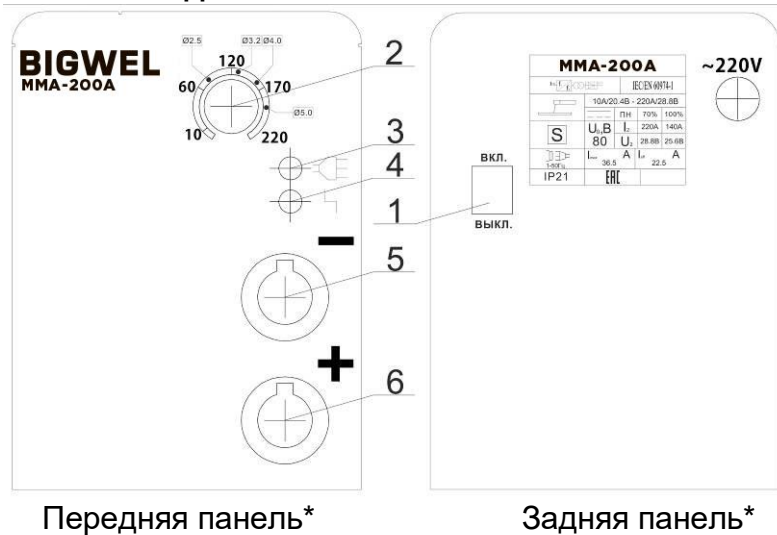

рис. 1
Изделие выполнено в металлическом корпусе. На передней панели имеется регулятор величины сварочного тока (рис.1 поз.2), индикатор "сеть" (рис.1 поз.3), индикатор "перегрев" (рис.1 поз.4), а также силовые разъемы подключения сварочных кабелей (рис.1 поз.5,6). Аппарат оснащен принудительной системой вентиляции, ввиду этого, категорически запрещается закрывать чем-либо вентиляционные отверстия в корпусе.
1. Присоединить к силовым клеммам (см. рис.1 поз. 5 и 6) аппарата кабель с электрододержателем и кабель заземления в зависимости от требуемой для данной марки электрода полярности. В большинстве случаев кабель с электрододержателем подсоединяется к плюсовой клемме, а кабель заземления (масса) к минусовой клемме.
2. Убедиться в том, что выключатель "Сеть" (рис.1 поз. 1) находится в положении "ВЫКЛ".
4. Убедиться в том, что регулятор (рис.1 поз. 2) находится в положении минимального сварочного тока.
5. Включить аппарат выключателем "Сеть" (рис.1 поз.1).
6. Вставьте необходимый электрод в электрододержатель и поворотом регулятора величины сварочного тока (рис.1 поз. 2) установить требуемое значение, согласно нижеприведенной таблице. Рекомендуется всегда следовать
8. После окончания производства сварочных работ установить регулятор (рис.1 поз. 2) в положение минимального сварочного тока.
9. Выключить аппарат выключателем "Сеть" (рис.1 поз.1).
- Держа сварочную маску перед лицом, «чиркните» электродом по поверхности свариваемой детали (как при зажигании спичкой). Данный метод наиболее продуктивный для зажигания сварочной дуги (рис.1).
1. Не горит индикатор "Сеть" (рис.1 поз. 3)	1. Проверить подключение аппарата к сети. 2. Проверить положение выключателя "Сеть".
3. Загорается индикатор "Перегрев" (рис.1 поз.4)	1. Превышение величины ПН. Температура внутри аппарата высокая – дайте остыть аппарату. 2. Повышенное скопление пыли в аппарате – обратиться в сервисный центр